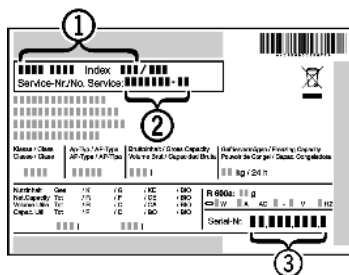

Fig. 11
- ▶ Назва пристрою Fig. 11 (1), сервісний номер Fig. 11 (2) та серійний номер Fig. 11 (3) вказані на табличці типів. Табличка типів знаходиться всередині пристрою, зліва.
- ▶ Повідомте сервісну службу про характер неполадки, назву пристрою Fig. 11 (1), сервісний номер Fig. 11 (2) та серійний номер Fig. 11 (3).